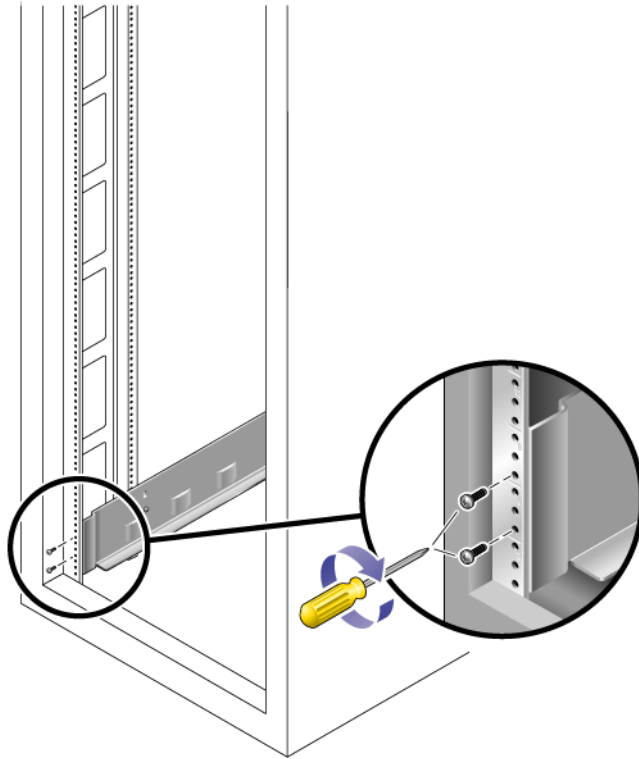

図 2-23 キャビネット正面へのレールの固定
5. プラスのねじ回し (Phillips の 2 番) を使用して 2 本の 8-32 ねじを差し込んで締め付け、レールをキャビネットの正面に固定します (図 2-23)。